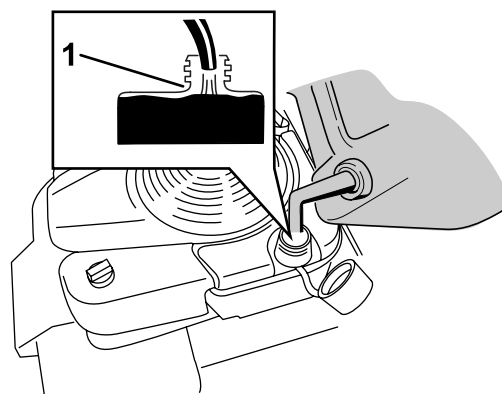

Figura 12
1. Limpe a zona em redor da tampa do depósito de combustível e retire a tampa do depósito (Figura 12).